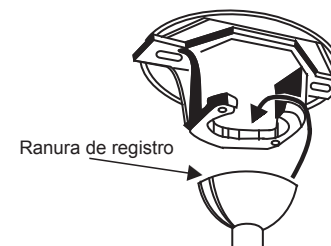

Fig. 10
Paso 9. Ahora, levante el cuerpo del motor hasta ubicarlo en posición y coloque la bola colgante dentro del soporte de montaje para cielorraso. (Fig. 10)
Gire el ensamblaje completo hasta que la "pestaña de verificación" haya caído en la "ranura de registro" y se haya asentado con firmeza. (Fig. 10)